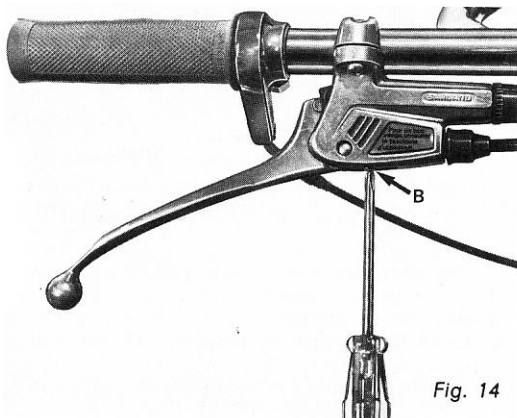

Fig. 14
- 7° Régler la vis de butée B du levier de commande du frein de manière que le levier ait, à son extrémité, 3 à 6 mm de course morte (Fig. 14).